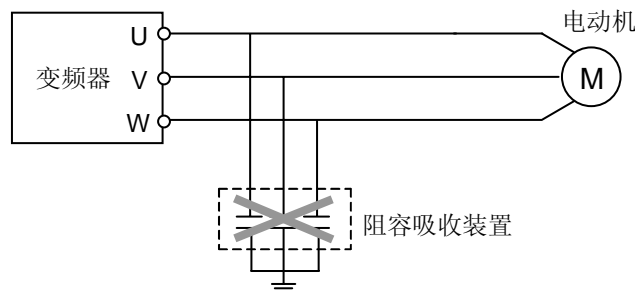

图 3-1 输出端禁止连接阻容吸收装置
- 变频器 U、V、W 输出端不可加装吸收电容或其它阻容吸收装置，如图 3-1 所示。